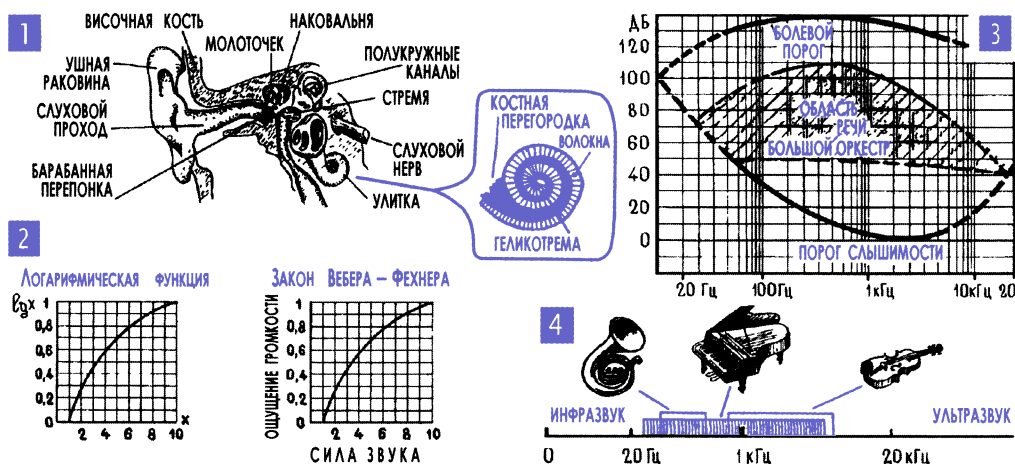

Рис. 7.4. Строение уха и восприятие звука человеком
14. Орган слуха – высокочувствительный приемник и анализатор сложных звуковых сигналов. Наземная станция метро – это лишь небольшая часть того, что мы называем словом «метро», главные же его сооружения – прекрасные дворцы-станции, бесконечные туннели, эскалаторы, поезда, системы электроснабжения и связи – все это скрыто под землей. Вот так и то, что мы привыкли называть ухом, – это не более чем своего рода наземная станция метро. Главные же части нашего звукоприемника – среднее и внутреннее ухо – нам не видны, они спрятаны глубоко и защищены костями черепа (рис. 7.4).
Напомним, логарифм (десятичный) какого-либо числа – это есть показатель степени, в которую нужно возвести 10, чтобы получить данное число. Сокращенно это записывается, например, так: $\lg 100 = 2$, то есть логарифм числа 100 равен 2. Действительно, если возвести 10 в квадрат (в степень 2), то как раз и получится 100. Точно так же нетрудно понять и другие записи: $\lg 1000\,000 = 6$; $\lg 2 = 0,3$ и т. д. Логарифм, то есть, попросту говоря, цифра, забравшаяся на место показателя степени, с огромной силой влияет на результат. Так, например, если увеличить логарифм всего в два раза, скажем с 2 до 4, то само число увеличится в 100 раз, а именно со 100 до 10 000 ($\lg 100 = 2$; $\lg 10\,000 = 4$). Можно сказать об этом и другими словами: резкое изменение какого-либо числа приводит к сравнительно небольшому изменению его логарифма. И опять тот же пример, но уже прочитанный в обратном направлении: если увеличить какое-либо число в 100 раз, то его логарифм увеличится всего в два раза (10 000 больше, чем 100, в 100 раз, а $\lg 10\,000$ больше, чем $\lg 100$, всего в 2 раза). Зависимость логарифма от самого числа, к которому он относится, называется логарифмической зависимостью. Именно на нее и похожа зависимость ощущения громкости от силы звука, похожа и по форме (рис. 7.4; 2), и по существу: сильное изменение силы звука приводит к сравнительно небольшому изменению ощущения громкости. Эта зависимость, характерная, кстати, не только для слуха, но и для других «приемников» живой природы⁴, получила название закона Вебера–Фехнера, по имени открывших ее ученых, математика и физиолога.